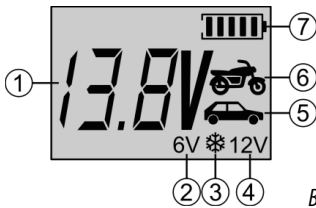

Bild 2: Display
die volle Ladekapazität erreicht wird, wird mit geringerem Ladestrom gearbeitet. So wird die Batterie schonend und optimal bis zur vollen Kapazität geladen. Das im Display angezeigte Batteriesymbol (7) (Bild 2: Display) zeigt den aktuellen Füllstand der Batterie an.